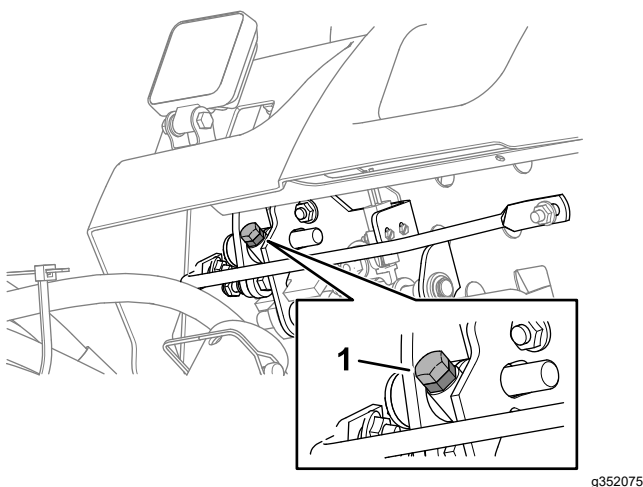

Figura 91
- Per diminuire la velocità di tosatura, ruotate la vite di arresto della velocità (Figura 91) in senso orario.